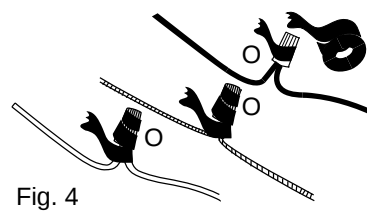

Fig. 4
4. Atornille los conectores para cable (O) en el sentido de las agujas del reloj. Ponga cinta aislante en cada conector para cable (O) hasta llegar al cable como se muestra en la Fig. 4.